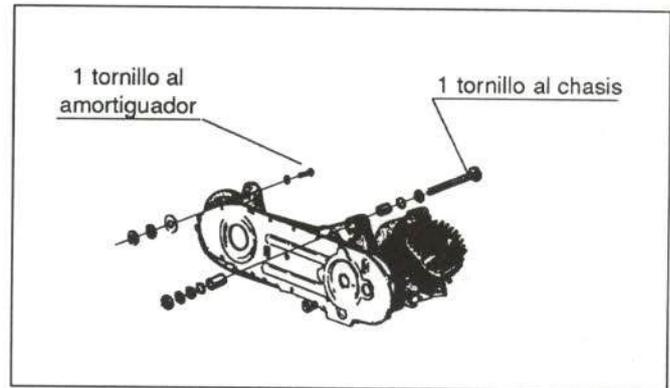

Figura 35.- Unión del motor
El motor va fijado de la forma que se muestra en la figura 35.
- Motor (figura 35)